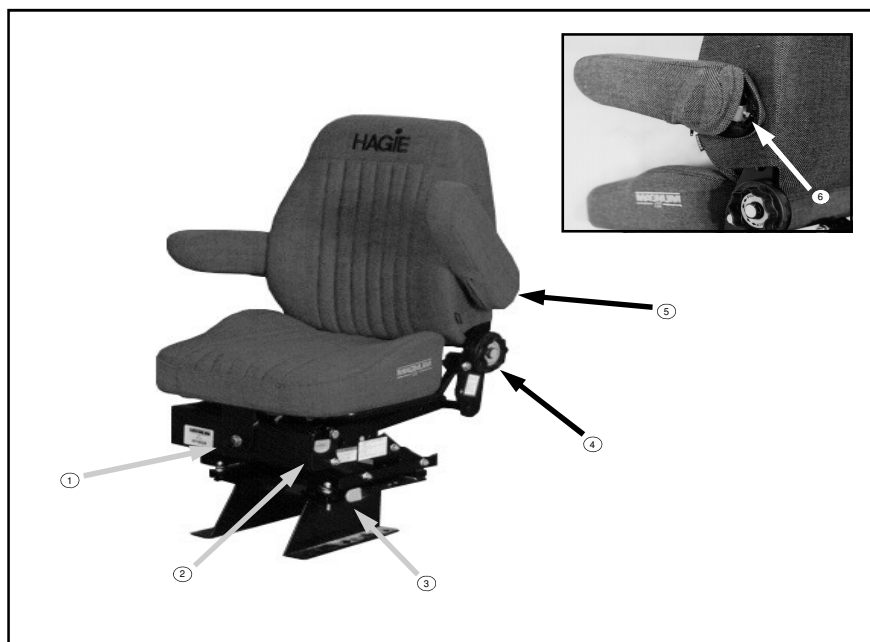

FIG 5.86
- 5- **Ajuste del apoya brazos.** Abrir la cremallera del apoya brazos para dejar el perno de ajuste del apoya brazos a la vista. Girar el perno hacia adentro para elevar la inclinación del apoya brazos y hacia afuera para bajar la inclinación del apoya brazos (fig. 5.86, ítem 6).